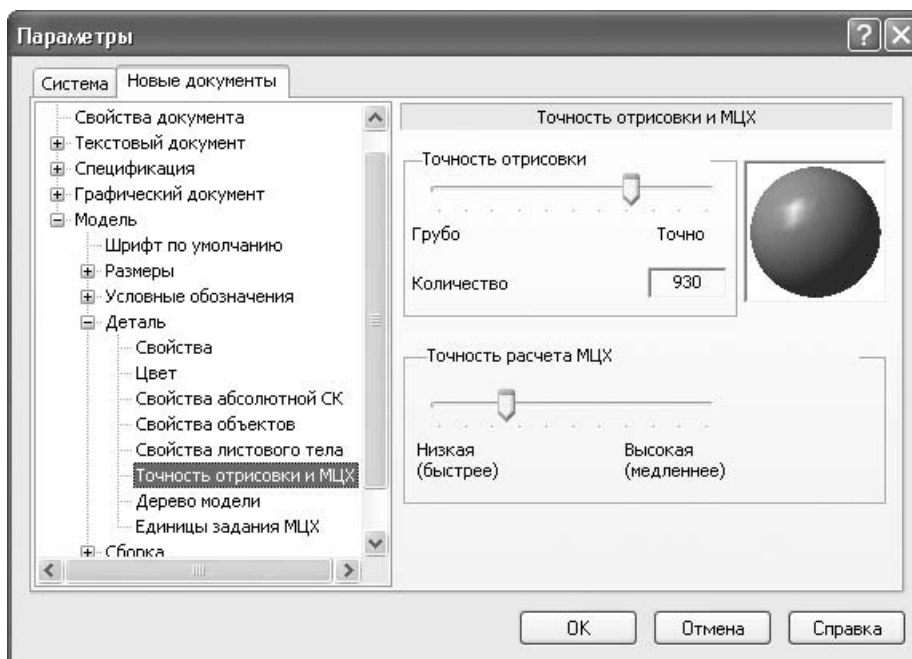

Рис. 1.68. Настройка точности отрисовки и МЦХ модели
- Деталь – позволяет изменять свойства (обозначение, наименование, материал) и цвет детали. Кроме того, здесь можно задать цвет, которым будет отображаться тот или иной тип трехмерных объектов (вспомогательная геометрия, поверхности, формообразующие операции), импортированный в деталь или созданный средствами КОМПАС-3D. Однако менять стандартные настройки не рекомендуется, так как это приведет к специфическим изменениям внешнего вида детали. Это может помешать другим пользователям, работающим с вашей деталью. Очень важным параметром настройки отображения модели является точность отрисовки и масс-центровочных характеристик (рис. 1.68). Чем выше точность отрисовки, тем медленнее работает система, но тем лучше представление объектов трехмерного документа. Следует, правда, отметить, что влияние этого параметра на быстродействие системы КОМПАС не столь ощутимо (за исключением больших сборок), поэтому я рекомендую всегда устанавливать максимальную точность отрисовки;